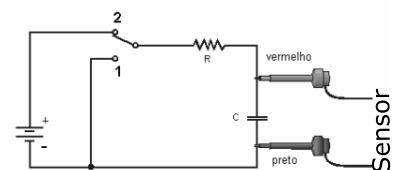

Figura 1
- Monte o circuito com o condensador ligado à pilha de acordo com o esquema da Figura 1.
Comute o interruptor para a posição 1 (figura 1) Inicie o registo de dados acionando a seta verde.